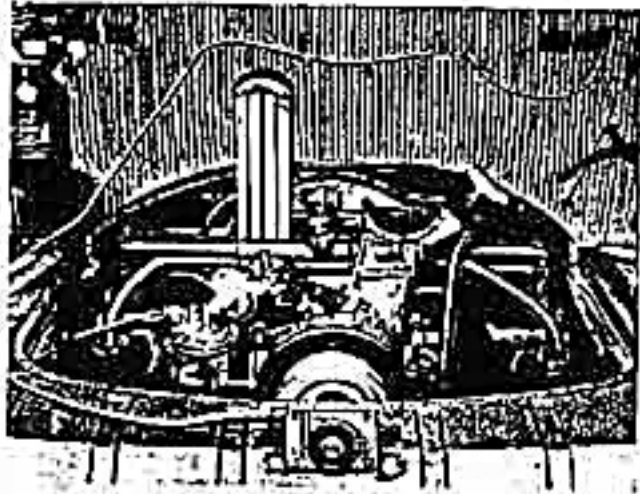

Abb. 7
10. Saugrohrestütze abnehmen und das Original-Saugrohr mit dem mitgelieferten verstärkten Spezial-Saugrohr auswechseln, dabei die Vorwärmung am rechten Vorwärmflansch mittels der mitgelieferten Blechblende (21) ausschalten (siehe Abb. 7).
12. Siehe Punkt 12/A (Abb. 7, 9).